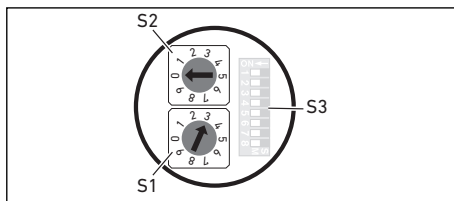

Fig. 8: Tasti indirizzo S1, S2 e tasto Mode S3 sull'accoppiatore bus
L'indirizzo della stazione viene impostato tramite le manopole S1 e S2 (ved. Fig. 8).
- ▶ Con le manopole S1 e S2 (ved. Fig. 8) assegnare liberamente l'indirizzo della stazione da 1 a 99:
Il selettore di modalità S 3 per l'impostazione delle segnalazioni diagnostiche si trova al di sotto del raccordo A (ved. Fig. 8 a pagina 198).